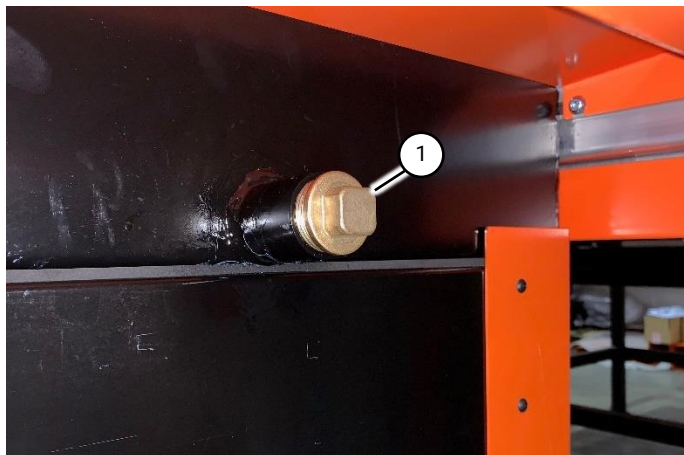

Fig 22 Bouchon de vidange du bac à eau
1. Avant de remplir le bac à eau, assurez-vous que le bouchon de vidange à l'arrière de la table est fermé (Fig 22 (1)).